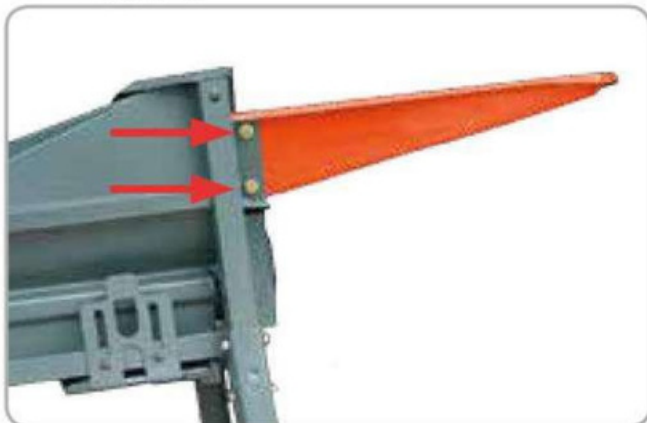

Fig.5
- Montați cuva (gura de alimentare) pe corpul batozei de porumb cu ajutorul șuruburilor din kitul de montaj (fig.5).